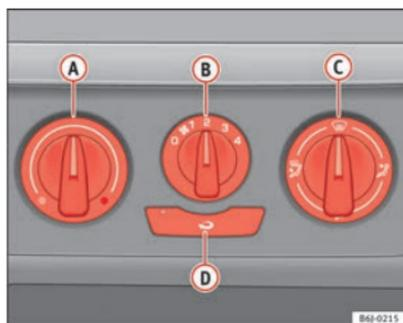

Fig. 98 Comandos do aquecimento no painel de instrumentos
- Com os reguladores **A** e **C** e com o comando **B** ⇒ Fig. 98 é ajustada a temperatura, a distribuição do ar e a velocidade do ventilador.